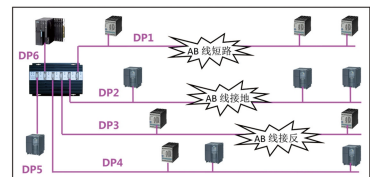

图 8：当 DP1~DP3 都出现故障时，DP4、DP5（变频器），DP6（PLC）还可正常工作
- （3）隔离的功能：**PB-HUB 每个接口可扩展为一个 PROFIBUS 段，每接口段之间电气、故障都是隔离的，包括：短路、断路、反接、电磁干扰、对通信波形的衰减、畸变也有修复作用。见图 8：当 DP1~DP3 都出现故障时，DP4、DP5（变频器），DP6（PLC）还可以正常工作。